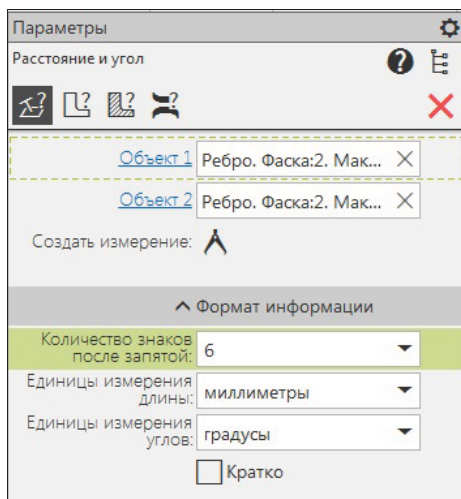

Рис. 23.19. Панель Параметры: Расстояние и угол
- ♦ вызовите команду **Расстояние и угол**. На панели **Параметры: Расстояние и угол** (рис. 23.19) в **Заголовке** присутствуют все команды группы;